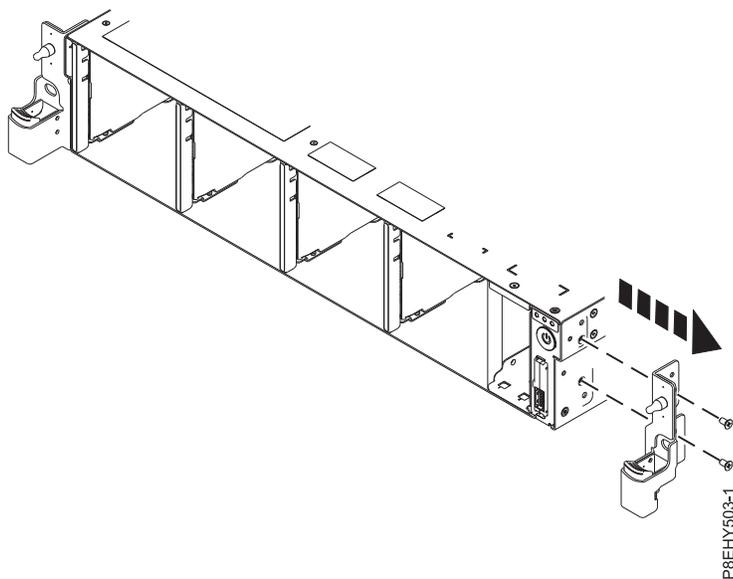

Figura 20. Extracción del soporte de instalación del bastidor
7. Extraiga el soporte de instalación del bastidor de la parte lateral del sistema. Consulte la Figura 20